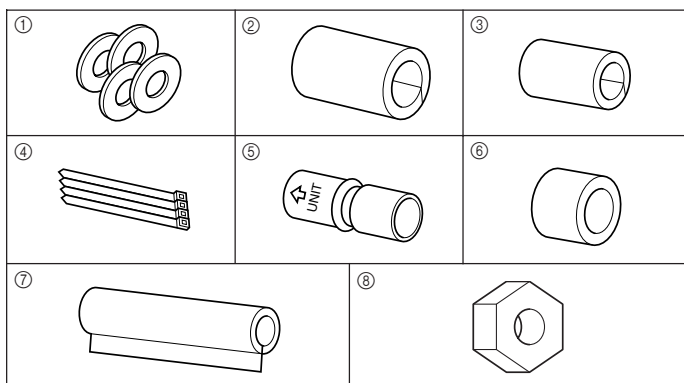

Fig. 3-1
3.1. Controleer de accessoires voor het binnenapparaat (Fig. 3-1)